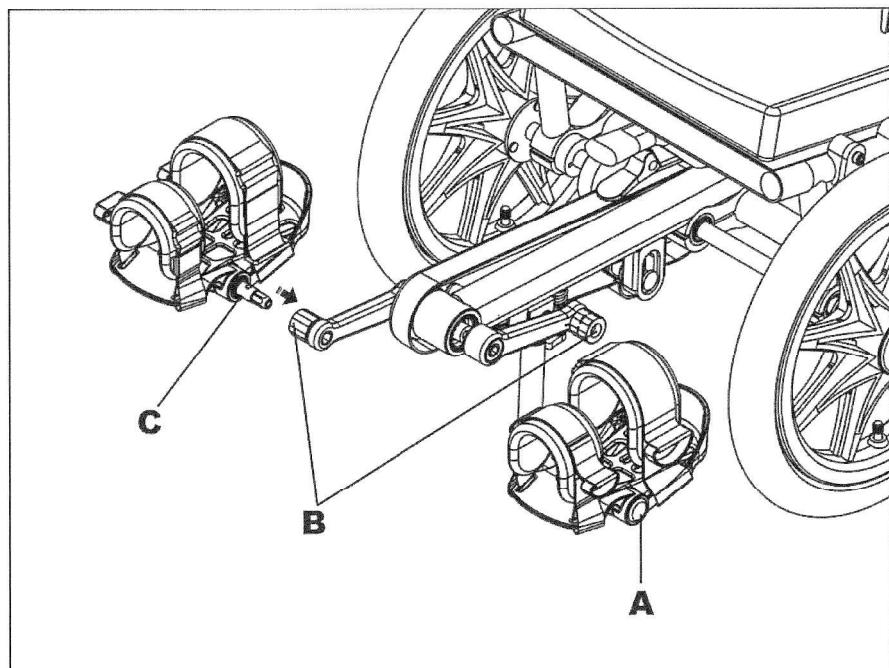

図 1-9
1. 側面のボタン A (図 1-9) を押し、ペダルシャフト C (図 1-9) をクランクに挿入し、クランクシャフトが適切にしっかりと固定されるようにします。図 1-9
2. 完全に挿入できない場合は、ペダルシャフト C が確実に定位置に固定されるまで（カチッと音がして固定されるまで）回してください。図 1-9